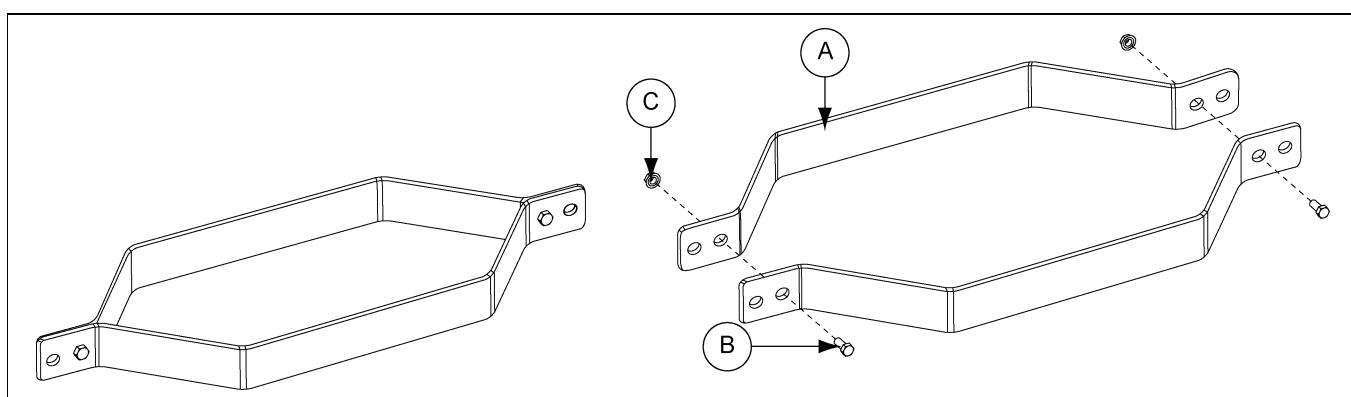

Рисунок 5L
- c. Два (2) для подвешивания каждого бункера (с интервалом 19" (48,26 см) для бункеров № 120 и № 200, с интервалом 25" (63,50 см) для бункеров № 300 и № 400).
- d. Для бункеров № 120 и № 200 скрепите две (2) половинки кронштейнов подвески бункера с помощью двух (2) болтов 5/16"-18 и гаек. (см. рисунок 5L.)